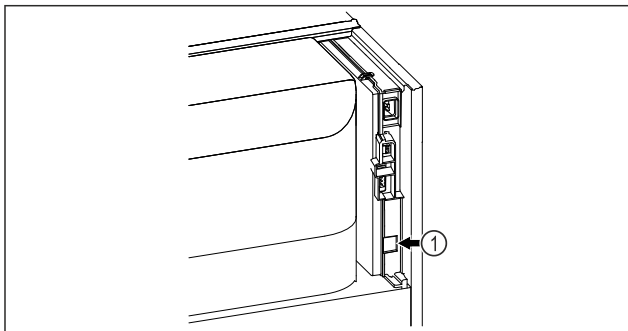

Fig. 73
- Se utiliza SmartModule Fig. 73 (1).